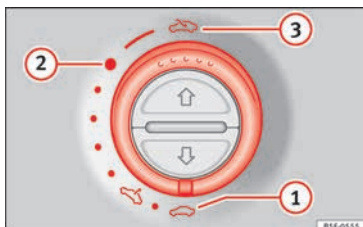

Abb. 13 An der Innenseite des Formhimmels: Schalter drehen zum Öffnen und Schließen.
- Öffnen: Drehen Sie den Schalter auf die Position » **Abb. 13** **3**.
- Komfortstellung: Drehen Sie den Schalter auf die Position » **Abb. 13** **2**.
- Schließen: Drehen Sie den Schalter auf die Position » **Abb. 13** **1**.